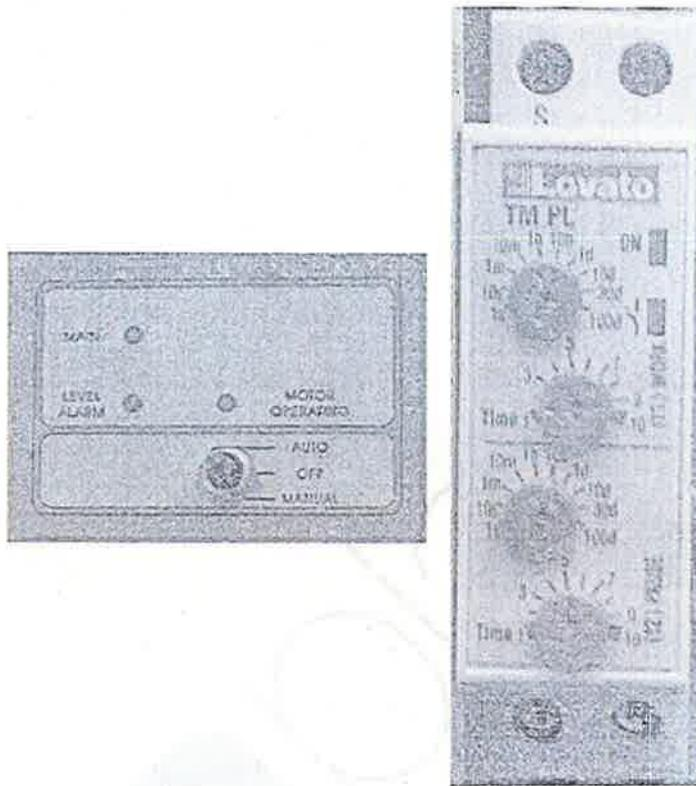

Fig.4 – Selettore on – off e timer regolazione quadro elettrico
- Il quadro è presettato (modalità "auto") per il funzionamento in 8 cicli consecutivi da 2 ore ON e 1 ora OFF. Per il funzionamento in continuo selezionare la funzione "manual" (Fig.4). Per modificare i tempi di ossigenazione regolare scala e fondo scala per fase ON e OFF in modo da ottenere le tempistiche desiderate; ad es. per impostare 2,5 ore ON impostare il fondo scala "work" su 10 h (primo selettore dall'alto) e il "time" su 2,5(secondo selettore dall'alto); per impostare 0,5 ore OFF impostare il fondo scala "pause" su 1h (terzo selettore) e il "time" su 5 (quarto selettore) (Fig.4).
Tenere in funzione la pompa soffiante in continuo per i primi 30 giorni (posizione "manual" Fig.4); successivamente temporizzate in ragione di 8 cicli di 2 ore on seguite da 1 ora off (posizione "auto" Fig.4). Dopo un periodo di utilizzo di circa 30/40 giorni si consiglia di immettere i batteri specifici nel comparto anaerobico (1 lt di batteri nel primo tappo dove non sono visibili le bolle).